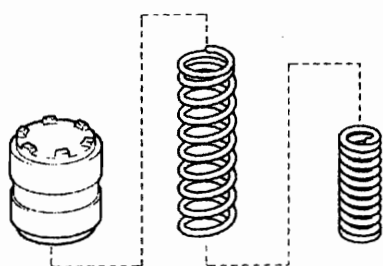

图 12-1-91
②C1 蓄能器弹簧见图 12-1-91, 参数见表 12-1-4。